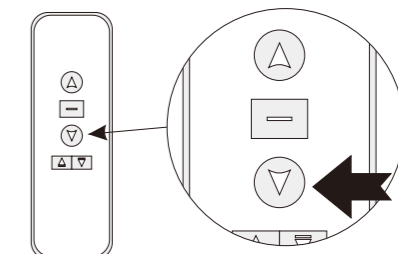

图21
- 2.按发射器上的幕布下行键,幕布下降,说明此次学习成功。(如图21)